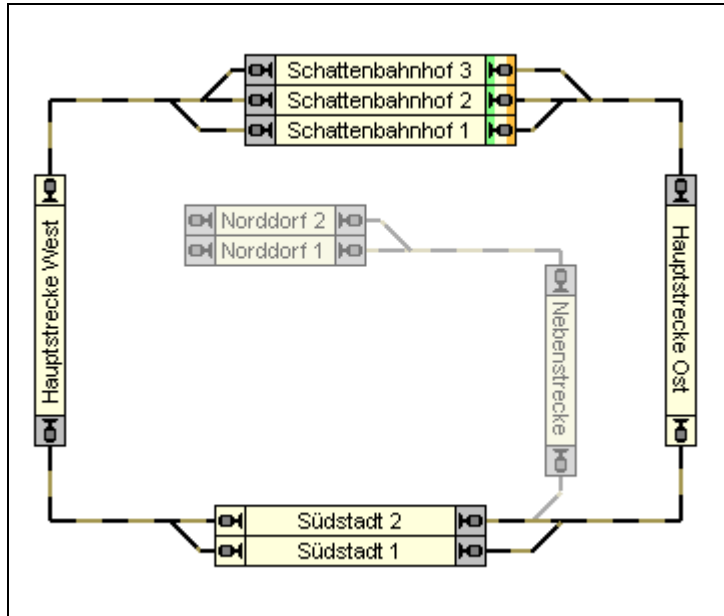

Abbildung 80: Zugfahrt mit alternativen Wegen
Abbildung 80 zeigt eine Zugfahrt für Zugbewegungen, die in einem der drei Blöcke im „Schattenbahnhof“ beginnen, im Uhrzeigersinn die Hauptstrecke entlang führen, „Südstadt“ über einen von zwei Blöcken passieren und wieder im „Schattenbahnhof“ enden.
Weiterhin kann jede Zugfahrt in eine der beiden möglichen Richtungen, also als Hinfahrt oder Rückfahrt gestartet werden. Wenn eine Zugfahrt als Rückfahrt gestartet wird, werden die angegebenen Zielblöcke als Startblöcke verwendet und die Startblöcke werden zu Zielblöcken. Die Zugfahrt von Abbildung 80 kann durch den Start als Rückfahrt auch gegen den Uhrzeigersinn ausgeführt werden.
Die Begriffe *Start* und *Ziel* werden hauptsächlich dazu verwendet, um zu verdeutlichen, von wo nach wo Züge fahren. Der tatsächliche Startblock kann auch im Innern einer Zugfahrt liegen, falls die gewünscht wird. In Abbildung 80 versucht der *Fahrdienstleiter* einen im „Schattenbahnhof“ befindlichen Zug zu starten. Er kann aber auch angewiesen werden, einen in „Südstadt“ wartenden Zug zu starten, falls dies gewünscht wird. Wenn Sie einen in „Südstadt“ wartenden Zug anklicken und dann die Zugfahrt mit diesem Zug starten, dann startet der Fahrdienstleiter diesen Zug, auch wenn dieser sich nicht direkt in einem Startblock der Zugfahrt befindet.
Durch Betrachtung der Abbildung 80 wird deutlich, dass es mit einer einzigen Zugfahrt und durch Auswahl einiger weniger Blöcke, Weichenstrassen und Verbindungen möglich ist, alle möglichen Zugbewegungen in beiden Richtungen auf der Hauptstrecke dieser Anlage zu beschreiben.
- Um Endlosschleifen zu vermeiden, wird jeder Startblock einer kreisförmigen Zugfahrt automatisch zum Zielblock (die Blöcke im „Schattenbahnhof“ in Abbildung 80 sind Beispiele).
- Es ist möglich, weitere Zielblöcke manuell festzulegen. Es ist beispielsweise möglich, „Südstadt 1“ als zusätzlichen Zielblock in Abbildung 80 festzulegen. Wenn „Südstadt 1“ frei ist, kann ein Zug, der von „Hauptstrecke Ost“ kommt, „Südstadt 1“ als Ziel auswählen und dort die Zugfahrt beenden. Wenn „Südstadt 1“ nicht frei ist, wird ein Zug über „Südstadt 2“ zum „Schattenbahnhof“ weiterfahren.
Der *Fahrdienstleiter* folgt einer ausgeklügelten Strategie, wenn er einen von mehreren möglichen Wegen zum Ziel einer Zugfahrt auszuwählen hat. In Abbildung 80 beispielsweise kann der Fahrdienstleiter jeweils zwischen drei Möglichkeiten wählen, wenn sich ein Zug von links oder rechts dem „Schattenbahnhof“ nähert.
Im allgemeinen wird ein Block oder eine Weichenstrasse in einer Zugfahrt freigegeben, wenn der Zug einen Block hinter diesem Block/dieser Weichenstrasse erreicht hat und wenn dieser Block/diese Weichenstrasse nicht mehr belegt ist. In Abbildung 80 beispielsweise wird Block „Hauptstrecke Ost“ nicht eher freigegeben, bevor ein vom „Schattenbahnhof“ kommender Zug „Südstadt“ erreicht hat. Wenn „Hauptstrecke Ost“ bei Erreichen von „Südstadt“ jedoch immer noch als belegt gemeldet wird, dann wird die Freigabe von „Hauptstrecke Ost“ noch weiter verzögert, bis die Belegtmeldung in „Hauptstrecke Ost“ erlischt.
- Wenn der Zug einen bestimmten Block in einer Zugfahrt erreicht, werden alle bereits durchfahrenen, nicht belegten Blöcke/Weichenstrassen freigegeben, falls es nicht wiederum noch weiter zurückliegende reservierte Blöcke/Weichenstrassen gibt, die noch belegt sind. Wenn beispielsweise „Hauptstrecke Ost“ in Abbildung 80 noch reserviert und belegt ist, wenn der Zug „Hauptstrecke West“ erreicht, dann wird der verwendete Block in „Südstadt“ nicht freigegeben, unabhängig davon, ob er belegt ist oder nicht. Erst wenn „Hauptstrecke Ost“ und der in „Südstadt“ verwendete Block beide nicht mehr belegt sind, werden sie freigegeben.